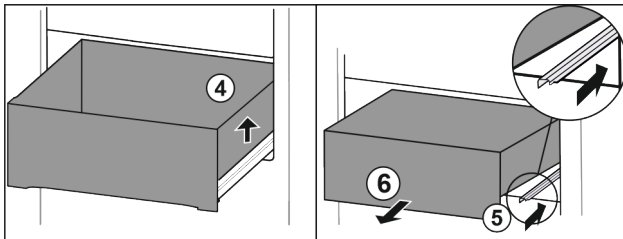

Fig. 89
- ▶ Soulever le tiroir sur la droite. Fig. 89 (4)
- ▶ Rentrer le rail de droite. Fig. 89 (5)
- ▶ Retirer le tiroir par l'avant. Fig. 89 (6)